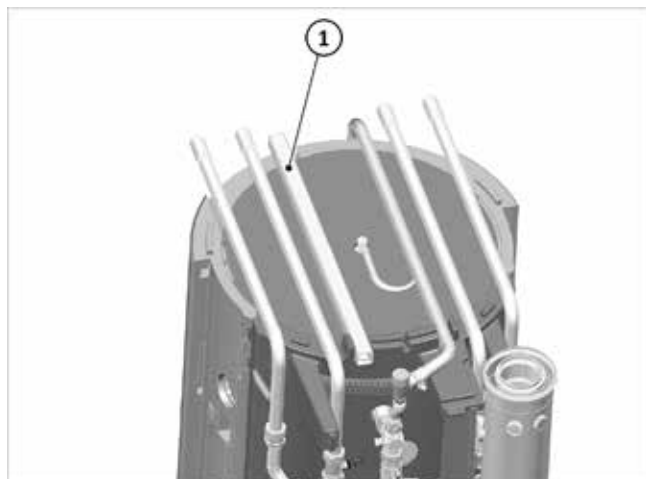

Fig. 102: Canal de guía de cable
1. Extraer el cable de Modbus de la caja de conexión a través del canal guía de cables, → fig. 102 (1), a la zona de la tapa.